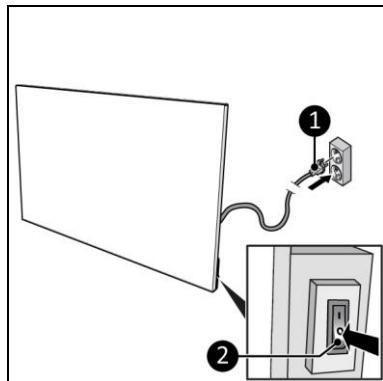

Figura 10
2. Asigurați-vă că întrerupătorul ON/OFF (PORNIT/OPRIT) se află în poziția OFF (OPRIT) (Figura 10, poz. 2).
3. Introduceți ștecherul (Figura 10, poz. 1) într-o priză cu împământare ușor accesibilă. Utilizați o priză cu împământare cu o putere minimă de 800 Watt.
1. Asigurați-vă că întrerupătorul ON/OFF (PORNIT/OPRIT) se află în poziția OFF (OPRIT) (Figura 10, poz. 2).
2. Scoateți ștecarul din priză (Figura 10).